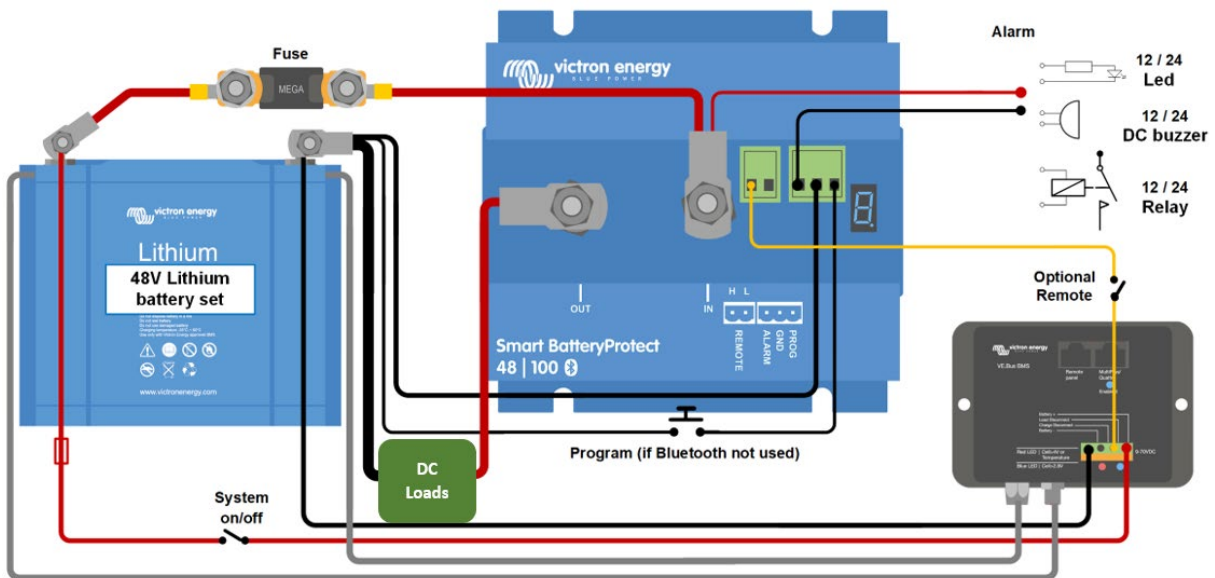

Figuur 1: Verbindingschema van de SBP 48|100
8. Een externe aan-/uitschakelaar kan worden aangesloten tussen Externe H en Externe L (zie figuur 1). Als alternatief kan klem H hoog worden omgeschakeld (naar batterij positief), of klem L kan laag worden omgeschakeld (naar batterij negatief).